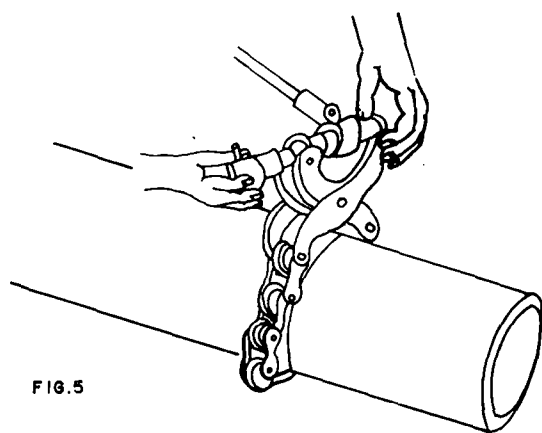

FIG. 5
6.º Passo — Gire o parafuso regulador, alinhando a corrente no traço de referência (fig. 5).